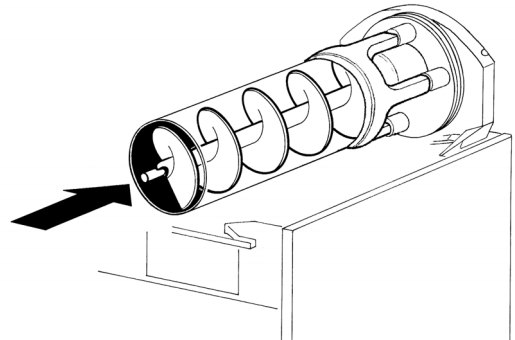

Bild 14
- 5 Die innere Schnecke in den Verdampfer einsetzen; Dabei ist darauf zu achten, daß die inner Schnecke aufgrund der hohen Magnetkraft nicht zu hart gegen die Rückwand schlägt. Es ist daher ratsam, die inner Schnecke mit Daumen und Zeigefinger an der Spitze gut festzuhalten (Bild 14).